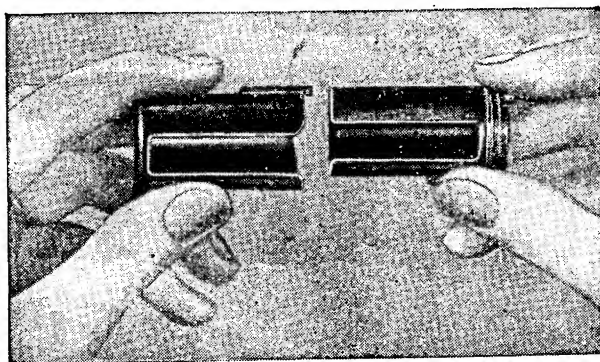

Рис. 8.
2. Вынуть внутренний цилиндр и взять из него катушку (рис. 8).